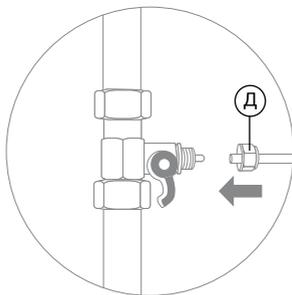
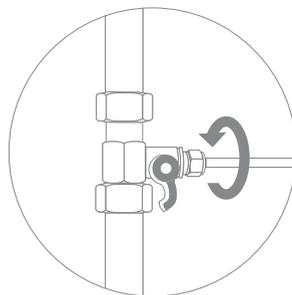

Рис. 7
Рис. 8
2. В гайку (Д) проденьте пластиковую трубку (рис. 7), идущую на вход (IN) в скобу фильтра. Конiec трубки наденьте на штуцер тройника-адаптера до упора и плотно закрутите гайку (рис. 8).